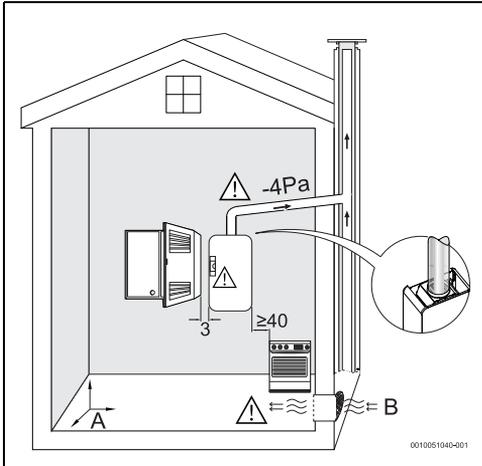

Bild 10 Mindestanforderungen
- ▶ Die in Bild 10 angegebenen Mindestabstände einhalten.
- ▶ Stellen Sie das Gerät nicht in Räumen auf, deren Volumen geringer ist als in der Abb. 10 angegeben (Das Volumen der Möbel muss nur dann berücksichtigt werden, wenn es 2m³ überschreitet).
- ▶ Freien Zugang für Wartungsarbeiten sicherstellen und hier für die in Abbildung 10 angegebenen Mindestanforderungen einhalten.